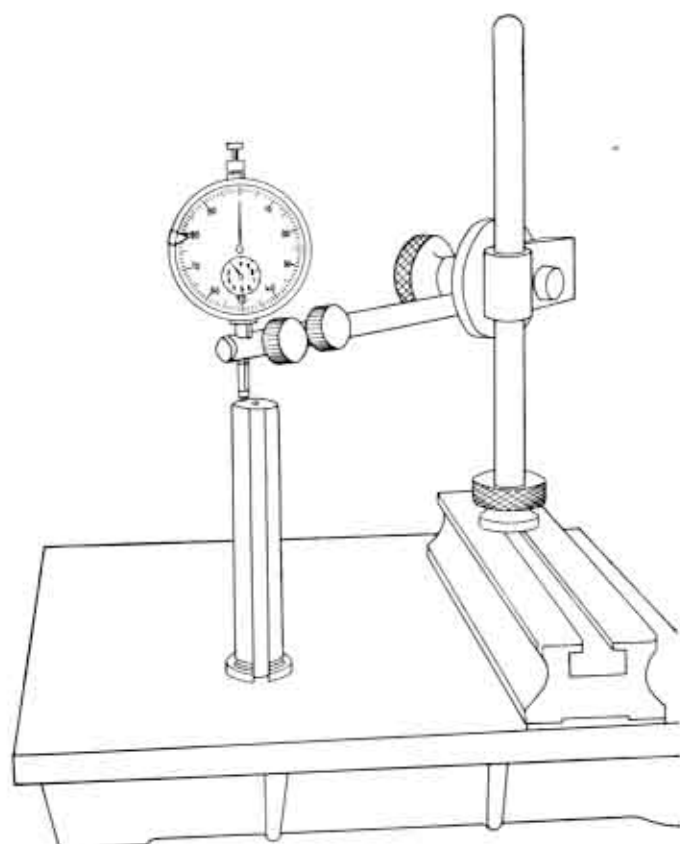
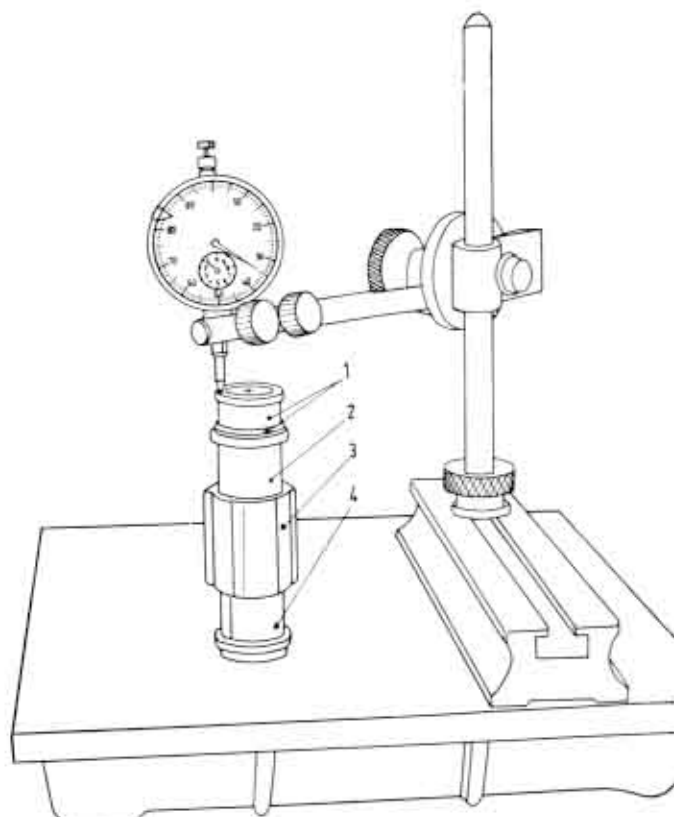

Fig. 18. - Azzeramento del comparatore sull'attrezzo A. 70037.
Fig. 19. - Lettura del valore « c » sul comparatore.
**c** = valore letto in mm sul comparatore (fig. 19) pari alla differenza tra l'altezza dell'attrezzo A. 70037 (falso albero) (fig. 18) e la somma delle altezze dei particolari da montare sul falso albero (boccola ingranaggio condotto 3ª velocità; mozzo per manicotto innesto 3ª e 4ª velocità, boccola ingranaggio condotto 4ª velocità ed anello interno del cuscinetto a rulli pignone conico).
- Disporre su di un piano di riscontro l'attrezzo A. 70037 (fig. 18) (falso albero) ed azzerare il comparatore.
- Infilare sul falso albero A. 70037 i seguenti particolari (fig. 19):
- Appoggiare l'asticina del comparatore sull'anello interno del cuscinetto a rulli e procedere alla lettura sul comparatore stesso (fig. 19).